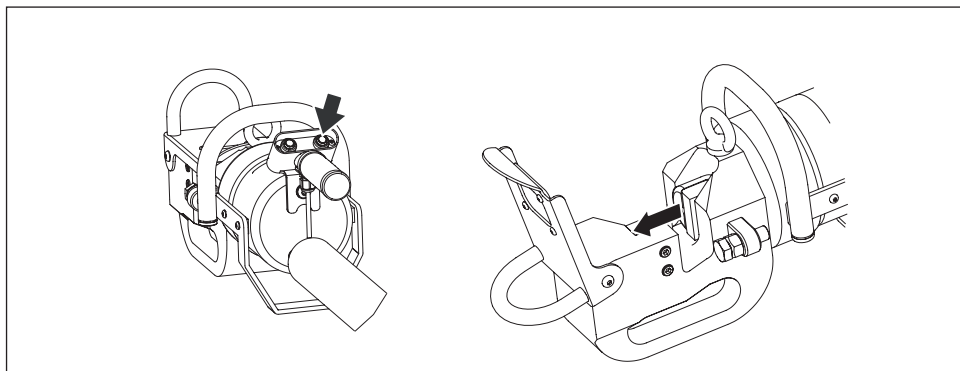

Figure 11, Utilisation - Marche avant / Découpe
- Maintenez le bouton poussoir **marche avant** enfoncé pour faire avancer le piston et coulisser la lame mobile vers l'avant. Voir la figure 11.